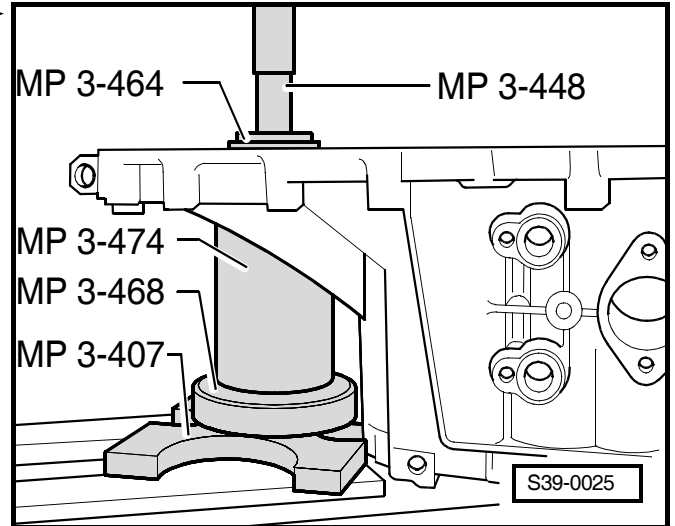

Fig. 7: Déposer et poser la douille de serrage pour l'axe du pignon conique du différentiel
- Déposer et poser ⇒ Fig. 7 au **39-3** page 5